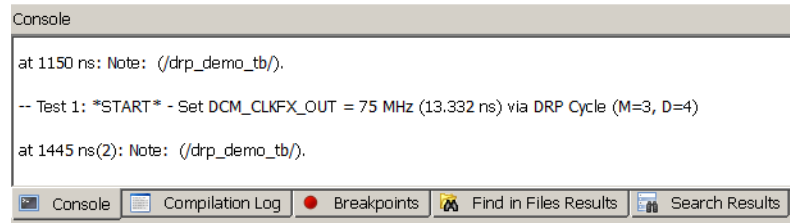

図 3-24 : [Console] パネル
1. [Console] パネルで各テストの開始シミュレーション時間を確認します。たとえば、テスト 1 は図 3-24 に示すように約 1,150ns で開始しています。